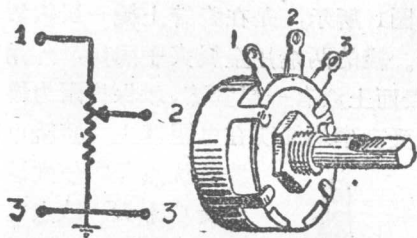

图 9 电位器
3. 电位器 如图9所示，是在条形的絕緣紙上涂一层高阻值的石墨粉做成的。两端涂有一层金屬物質，使它容易和焊接銅片接触，中間的第二个焊接銅片接活动臂，用以改变中間与另一端的阻值。电位器一般作音量和音調控制器用。它的接法如图9所示，1为高压端，2为中間端，3为低压端（即地綫端）。如順时鐘方向旋轉，使2、3之間的阻值增大，当訊号电流流过2、3之間时，就能产生大的訊号电压，揚声器的声音也就增大。如反时鐘方向旋轉，2、3之間的阻值减小，那么声音也就减小。有些电位器外壳上附有开关，可作电源开关用。电位器的阻值标明在外壳上，承受功率0.2—0.5瓦，誤差率不超过 $\pm 20\%$ 。